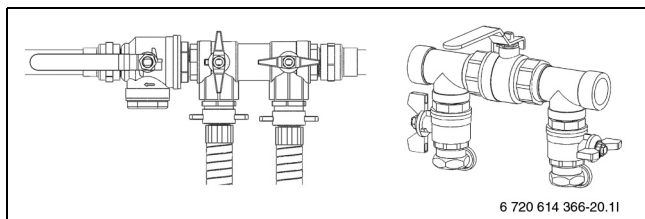

Рис. 28 Узлы заполнения в положении повышения давления
- ▶ После выпуска воздуха создайте в контуре давление. Установите краны узла заполнения в положение повышения давления и создайте давление в контуре от 2,5 до 3 бар (→ рис. 28).